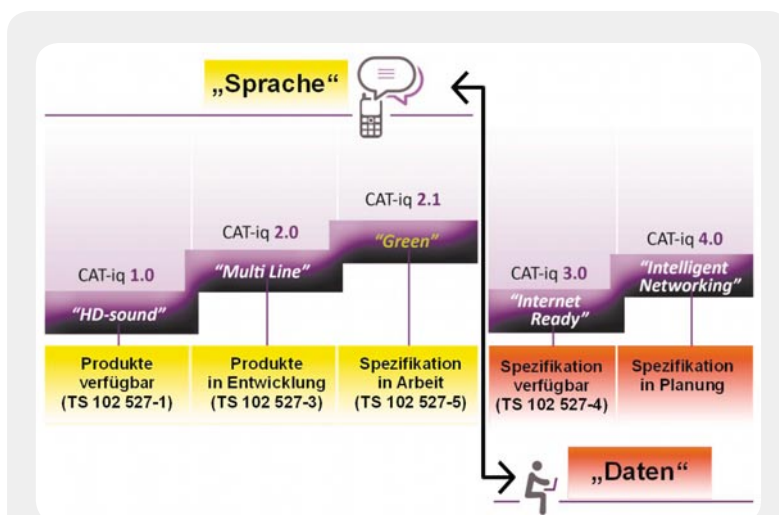

Bild 3: Die Profile 1.x und 2.x beziehen sich auf die Telefoniefunktionen, die Profile 3.x und 4.x auf Datenanwendungen. Quelle: DECT-Forum
**Zwei Entwicklungsprofile: Voice und Data.** Die hinter dem CAT-iq-Konzept stehenden Entwickler haben sich zum Ziel gesetzt, auf der Grundlage der ausgereiften DECT-Technologie Erweiterungen mit hochqualitativer VoIP-Telefonie (Wideband Voice-over-Internet Protocol) und niedrigratigen Datenanwendungen zu etablieren. Dabei soll die Rückwärtskompatibilität zum DECT-GAP (Generic Access Profile) der ETSI (European Telecommunications Standards Institute) gewährleistet sein. So sind gewisse Basisfunktionalitäten auch bei Verwendung von Produkten unterschiedlicher Hersteller sichergestellt. Eine Übersicht über die Profile und den aktuellen Stand ihrer Umsetzung in technische Spezifikationen (TS) gibt Bild 3.